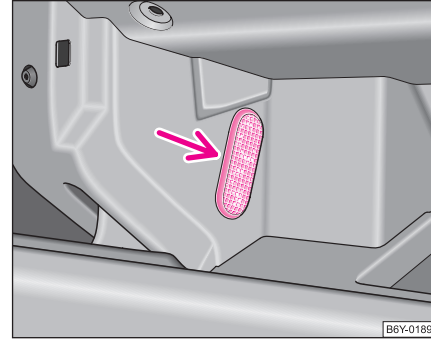

Abb. 179 Leuchte im Ablagefach auf der Beifahrerseite ausbauen
- Ein Messer oder Ähnliches seitlich zwischen Leuchte und Ablagefach schieben ⇒ Abb. 179. Leuchte vorsichtig heraushebeln.